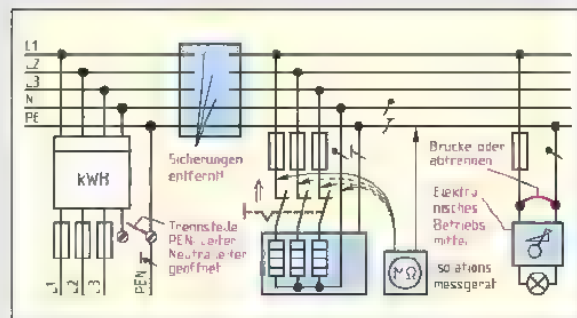

Bild 2: Isolationswiderstandsmessung (Prinzip)
10. In einer Anlage (**Bild 2**) soll der Isolationswiderstand gemessen werden.